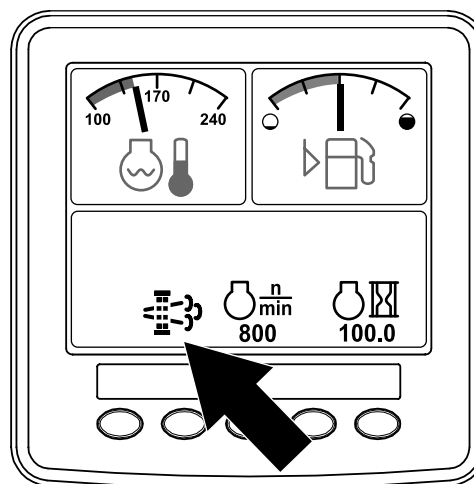

Figure 47
- Quand le calculateur moteur demande une régénération en stationnement ou une régénération d'urgence, l'icône de requête de régénération (Figure 47) s'affiche sur l'InfoCenter.